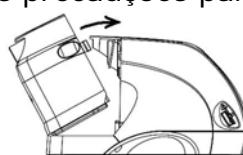

Figura 12 – Reposição do reservatório
- Engate a base do reservatório no elemento de aquecimento e incline-a para a frente para a apertar, tomando todas as precauções para não derramar água (Figura 12).